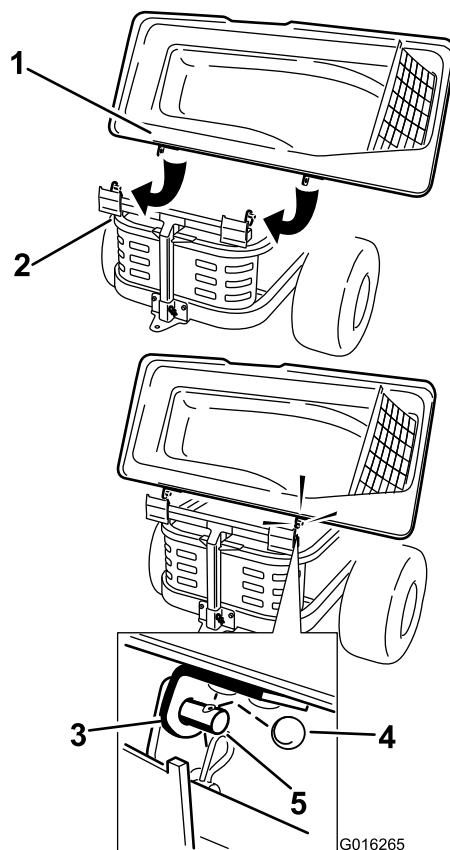

Figura 13
1. Instale la tapa del ensacador en el bastidor del ensacador. Coloque los soportes sobre las clavijas del bastidor del ensacador, e instale la chaveta circular en el taladro de la clavija derecha (Figura 13). Baje la tapa del ensacador a su posición de funcionamiento. La instalación de la tapa del ensacador se realiza más fácilmente entre dos personas.